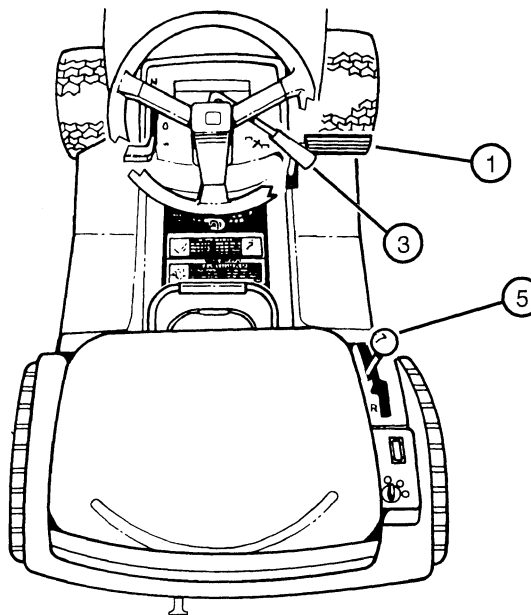

FIGURA 16
- Para marchar hacia adelante: Quite el freno de estacionamiento, mueva la palanca de transmisión hidrostática (5) hacia la derecha y hacia adelante. (vea la Figura 16) La velocidad del tractor se determina por la distancia hacia adelante que se mueva la palanca de transmisión. Regrese la palanca a la posición (N) neutral para detener el cortacésped.
- Para marchar hacia adelante: Empuje el pedal de freno/embrague (1) completamente hacia adelante a la posición de frenado. (vea la Figura 16)
- Primera velocidad (1) - velocidad más baja/potencia más alta.
- Segunda velocidad (2) a la cuarta velocidad (4) - corte general.
- Quinta velocidad (5) - conducir el cortacésped para transportarlo. Asegúrese de que la plataforma esté levantada a la posición más alta y de que las cuchillas estén desenganchadas.
- Reversa (R) - retroceder para evadir objetos.
- Mueva la palanca de velocidades (5) a la derecha y adelante, hasta lograr la posición hacia adelante deseada.